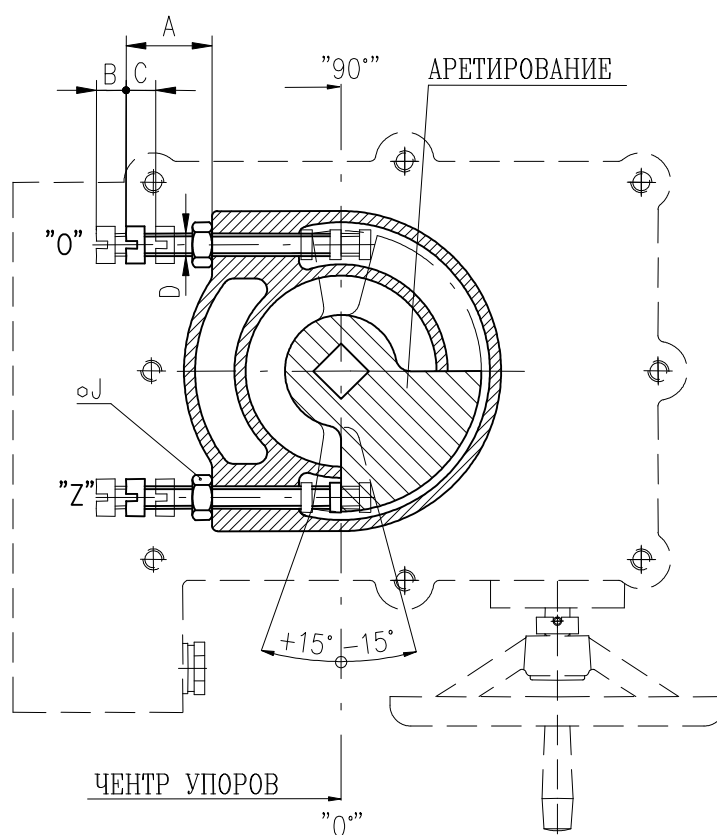

Рис.7
4.6 Перестановка позиции рабочего угла и настройка упорных винтов (Рис.7)
Для определения позиции рабочего угла арматуры служат упорные винты, которые позволяют изменение положения из позиции "З" (0°) и из позиции "О" (60°, 90°, 120°, 160°) о величину ±15° (рис.7), на котором выходной вал в позиции "З" (закрыто) для рабочего угла 90°. Упорные винты служат к механическому ограничению положения рабочего угла для ручной эксплуатации или как конечные точки пути для моментного выключения. Поэтому выходной упор не должен наталкиваться на упорные винты во время моторной эксплуатации без настройки моментного угла. Иначе бы могло дойти к повреждению механической передачи.